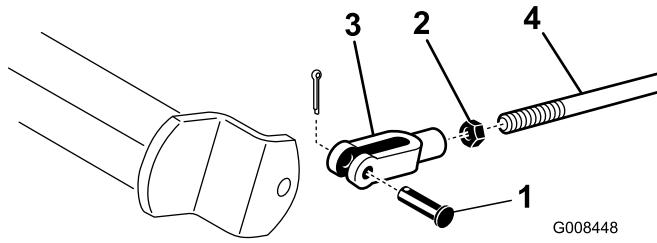

図46
2. ブレーキが片効きであれば、コッターピンとクレビスピンドルを外して、ブレーキロッドを外す（図46）。
3. ジャムナットをゆるめ、クレビスピンドルを調整する（図46）。
4. クレビスピンドルをシャフトに取り付ける（図46）。